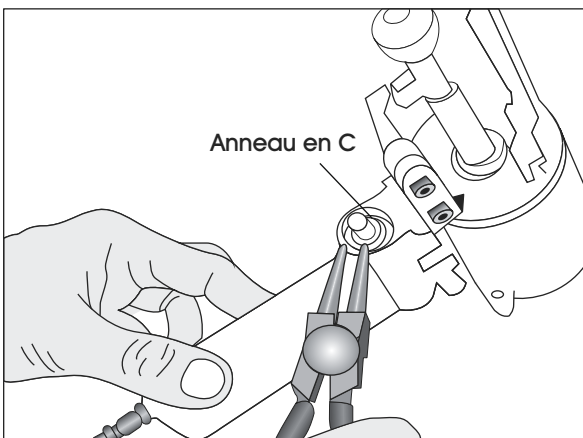

Figure 29
3. Retirez l'anneau en C à l'aide d'une pince à anneau en C. (Voir Figure 29)